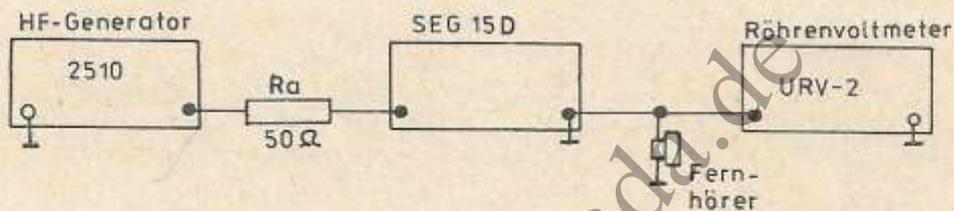

Bild 1 Meßschaltung zum Bestimmen der Betriebsempfindlichkeit des Empfängers
- Meßschaltung (Bild 1) aufbauen und Stromversorgung der Geräte einschalten;